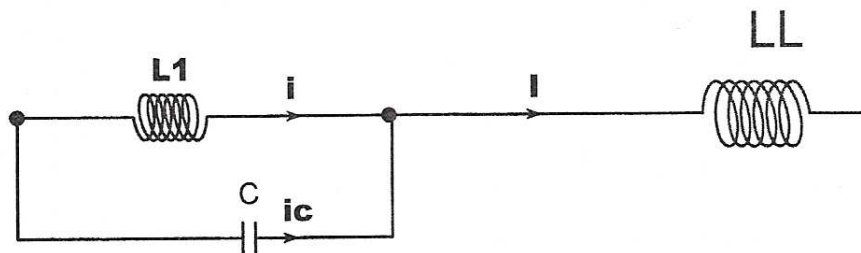

Figure 5
20. La figure 5 représente, au moment de la fermeture de Th_e (le thyristor principal Th_p étant toujours en conduction), la circulation des courants dans L_1 et C .